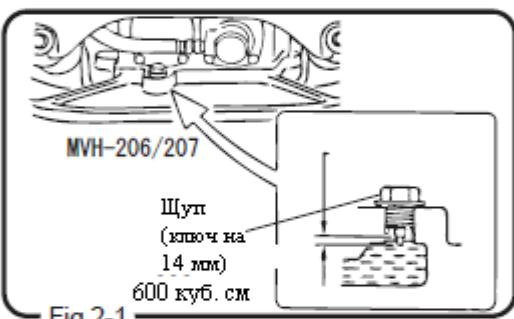

Fig.2-1
- Поставьте машину на ровную поверхность и извлеките масляный щуп виброустановки. Проверьте уровень масла. Используйте SAE10W-30. Рекомендуемый объем масла: 600 см³ (см. рис. 2-1, 2-2).